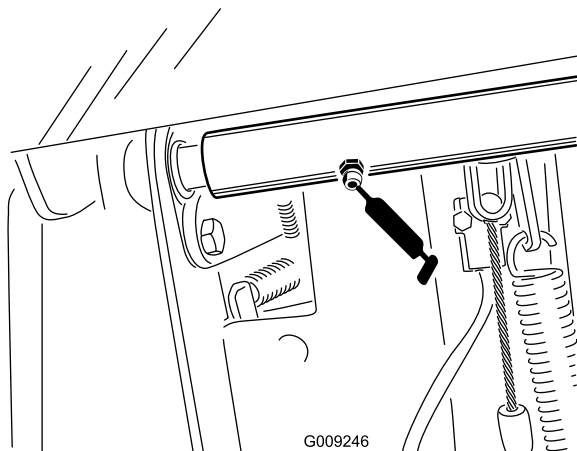

Figura 34
- Dois rolamentos do eixo da articulação do pedal do travão (Figura 34)